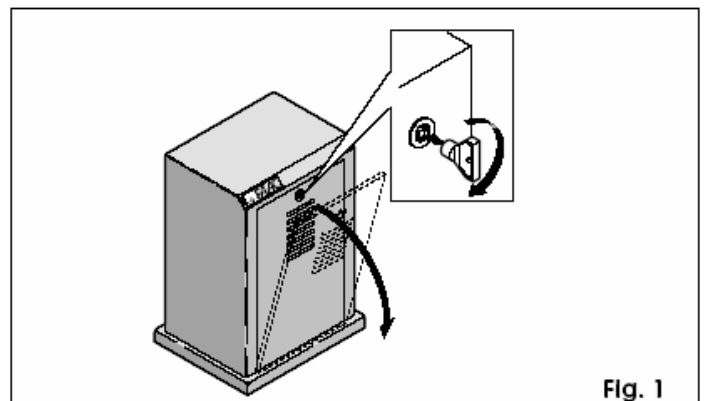

Fig. 1
- Open het deurtje in de beschermkap met de bijgeleverde driehoekige sleutel (zie fig. 1).